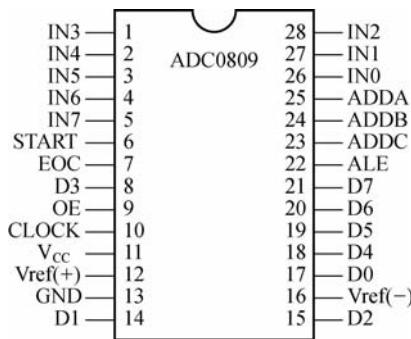

图 6-15 ADC0809 引脚图
ADC0809 芯片为 28 引脚芯片,双列直插封装,引脚排列如图 6-15 所示。其主要信号引脚的功能如下:
(3)A、B、C:地址线。A 为低位地址,C 为高位地址,用于对模拟通道进行选择。图 6-15